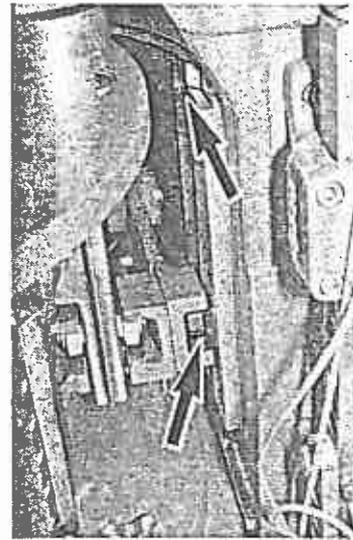

Bild 46
- Führung des Niederhalters und deren Antriebsrolle (Bild 46/Pfeile),